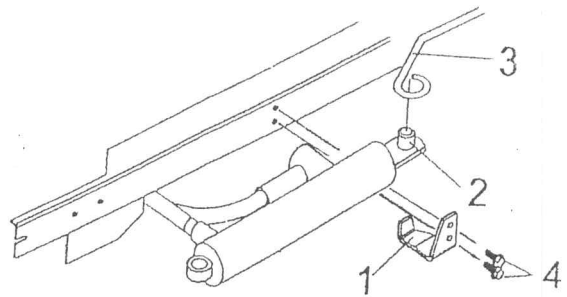
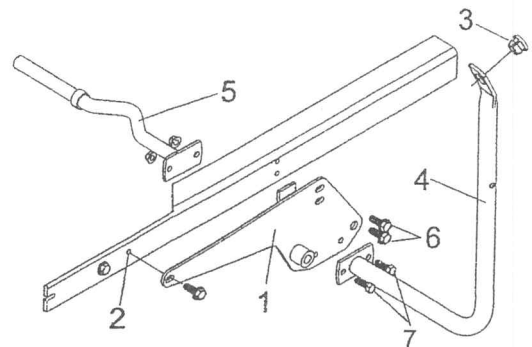
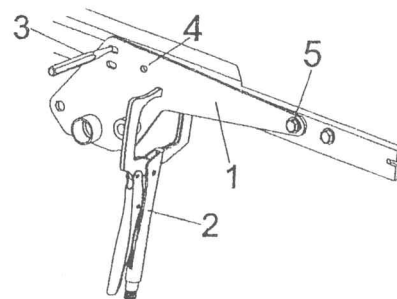

Figure 1
Figure 2
Figure 3
- a) Enlever le support qui soutient le cylindre hydraulique (fig. 1, item 1). Le support gauche du sous-châssis remplacera cette pièce.
- b) Installer le support gauche (fig. 2, item 1) sur le châssis du tracteur. Dévisser le deuxième boulon vers l'arrière (item 2) et utilisez-le pour fixer la partie avant du support. Fixer la partie arrière avec les boulons que vous avez démontés. Assurez-vous que la tige du cylindre (fig. 1, item 2) soit bien en place dans l'oeillet de la tige du système de relevage (item 3). Ne pas serrer les boulons.
- c) Installer le support gauche (fig. 2, item 1) sur le châssis du tracteur. Dévisser le deuxième boulon à partir d'en avant (item 2) et utiliser-le pour fixer la partie avant du support. Fixer la partie arrière du support avec deux boulons hexagone 5/16 x 1.0" à filetage coupant.
NOTE: Quand l'installation du châssis de l'entraînement et de l'attachement sera terminée et que les supports (fig. 2, items 1 & fig. 3, item 1) sont bien ajustés, percer un trou de 11/32" (9 mm) dans le châssis, côté droit, du tracteur. Utiliser le support comme gabarit de perçage (fig. 3, item 4). Fixer avec un boulon hex de 5/16 x 1.00" et écrou à brides. Serrer fermement. Ce boulon empêche le support de glisser.
- d) Pour installer le support droit vous devez percer deux trous 11/32" (9 mm.) dans le châssis du tracteur pour fixer la partie arrière du support (fig. 3, item 1). Dévisser le deuxième boulon du côté avant droit (item 5) et utiliser ce boulon pour fixer l'avant du support. Glisser le support complètement vers l'avant. Placer l'arrière égal au dessus du châssis exactement à la même hauteur que le support du côté gauche. Retenez-le en place à l'aide de pinces (item 2) et à l'aide d'un poinçon (item 3), marquer au bout arrière de la rainure, l'endroit où percer les trous. Démontez le support pour installer le bras de relevage.
Fixer le support droit avec le boulon du tracteur en avant (fig. 3, item 5) et deux boulons hex. 5/16 x 1", rondelles plates et écrous à bride. Ne pas serrer maintenant. Installer le support de manivelle (fig. 2, item 4) au support gauche avec deux boulons 5/16 x 1" et écrous à bride. Allez au paragraphe i.
- h) Installer le support de rotation (fig. 2, item 4) et la goupille de renfort (item 5) à l'intérieur, la partie pliée vers l'arrière. Fixer ensemble au support avec deux boulons hex. 5/16 x 1" et écrous à bride. Ne pas serrer.
- m) Installer le grommet de plastique (fig. 2, item 3) dans le support (item 4) en l'insérant dans le trou.